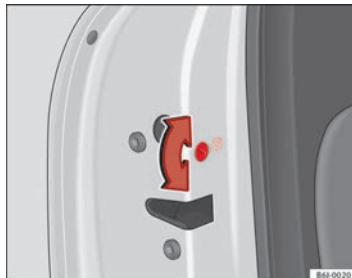

Fig. 44 Seguro para niños de la puerta izquierda
- Con la puerta abierta, gire la ranura con la llave del vehículo en sentido anti-horario para puertas derechas y horario para las puertas izquierdas ⇒ fig. 44.